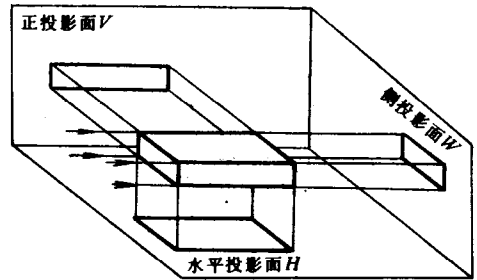
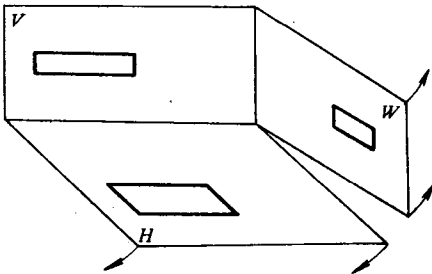
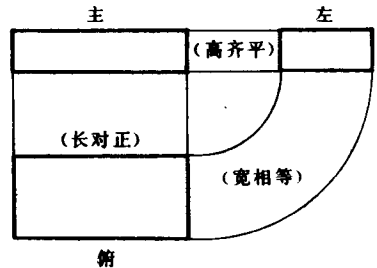

图 1-2 长方体在三个投影面上的投影
图 1-3 投影面的展开
图 1-4 展开后长方体的三视图
(2) 三视图 将长方体置于三个互相垂直的投影面体系中，使其底面与水平投影面平行，前面与正投影面平行，分别向三个投影面投影，可得到长方体的三个视图（见图 1-2）；将三投影面按图 1-3 中箭头所指的方向顺次旋转展开，即形成三视图，见图 1-4。